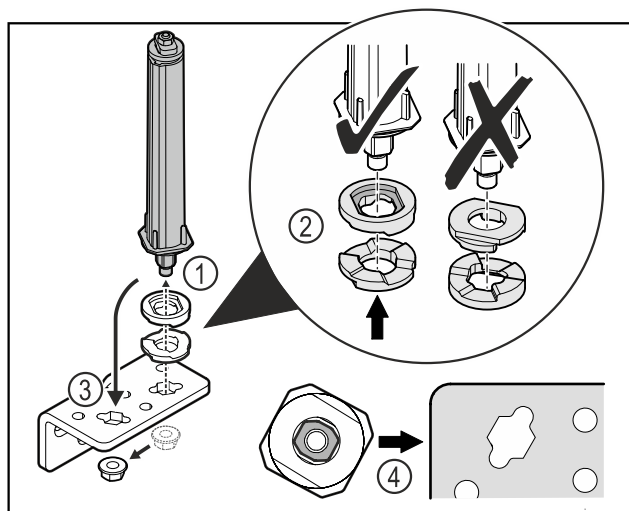

Fig. 48
- Allentare il dado e rimuovere il sistema di chiusura della porta Fig. 48 (1).
- Assicurarsi che le rondelle per la regolazione dell'altezza siano rivolte nel verso giusto Fig. 48 (2).
- Spostare il sistema di chiusura della porta nella cerniera angolare e fissarlo con il dado Fig. 48 (3).
- Durante l'inserimento del sistema di chiusura della porta assicurarsi che sia rivolto nel verso giusto Fig. 48 (4).